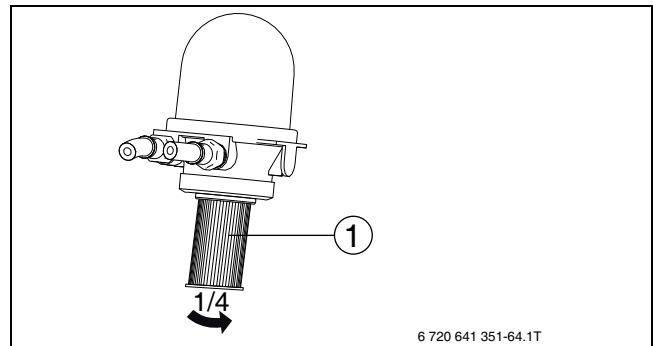

Bild 98 Ölfiltereinsatz austauschen
- ▶ Ölfiltereinsatz (→ Bild 98, [1]) mit einer Viertel-Umdrehung gegen den Uhrzeigersinn lösen.
- ▶ Ölfiltereinsatz (→ Bild 98, [1], Seite 56) ansetzen und mit einer Viertel-Umdrehung im Uhrzeigersinn befestigen.